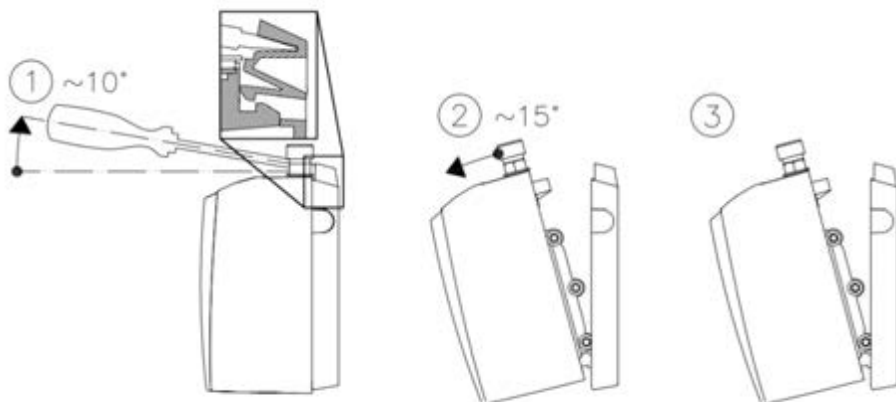

Рисунок 1. Отсоединение монтажной панели от ПЭВН
Отсоедините монтажную панель от корпуса водонагревателя, следуя инструкции на рис. 1. Для этого вставьте отвертку с плоским наконечником в замок, расположенный между патрубками холодной и горячей воды до упора и слегка потяните вверх (1). Наклоните прибор вперед максимум на 15° (2) и отсоедините прибор, потянув его вверх. (3)